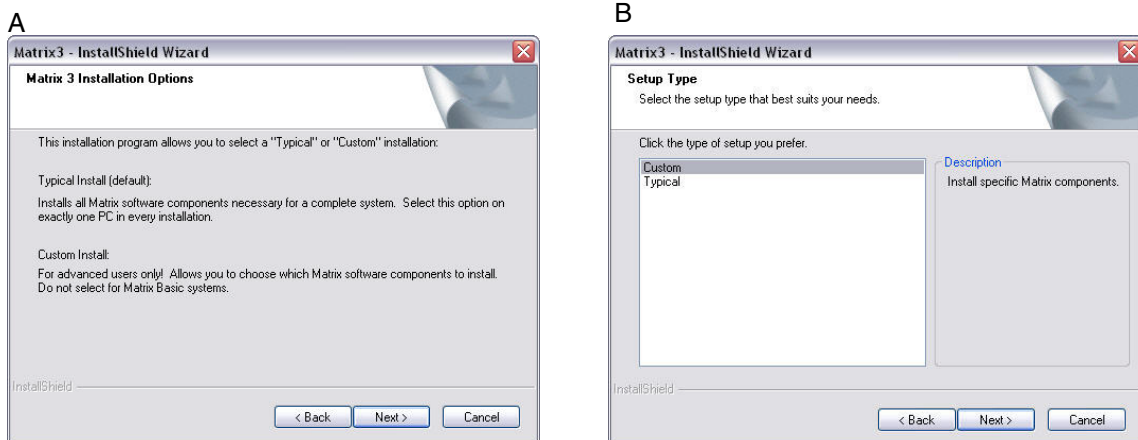

图 14
5. 在单击“下一步”接受许可协议之后，显示图 14 中所示的安装选项屏幕（A）。该屏幕描述可供选择的两种安装选项。
在单击“下一步”之后，显示安装方式屏幕图 14（B）。该屏幕用于选择您所需要的安装方式。